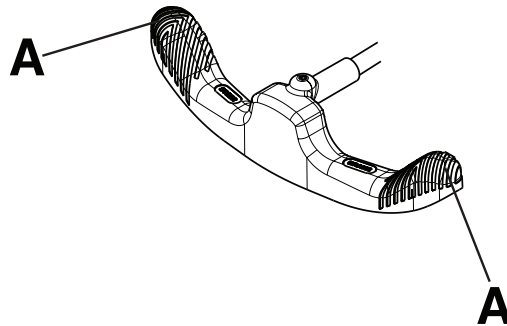

Figura 1 – Uso del pedal de freno/dirección
Nota - No presione el centro del pedal de freno/dirección. Presione siempre el extremo exterior (A) del pedal de freno/dirección (Figura 1).